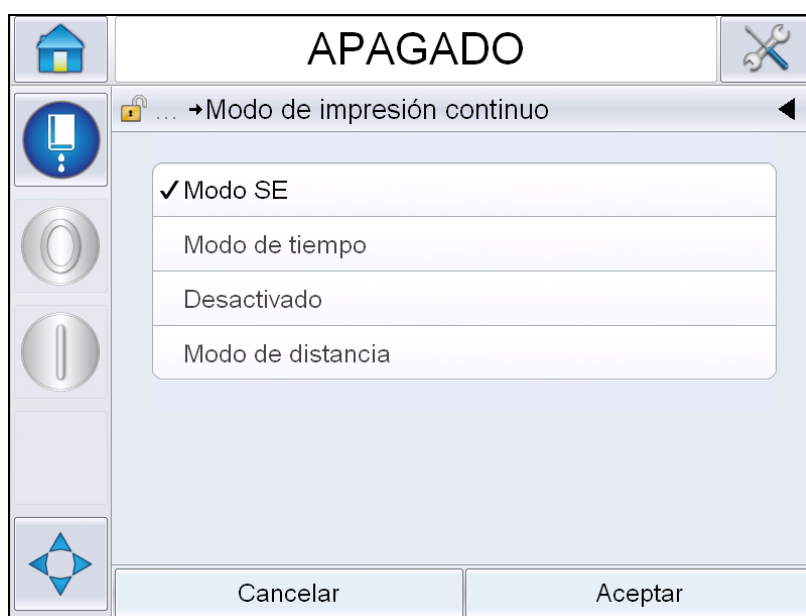

Figura 4-23: Cuadro de diálogo *Continuous Print (Impresión continua)*
- 1 Seleccione *Continuous Print (Impresión continua)* desde el menú *Print Trigger (Activador de impresión)*. Aparecerá el cuadro de diálogo *Impresión continua* (consulte la Figura 4-23).